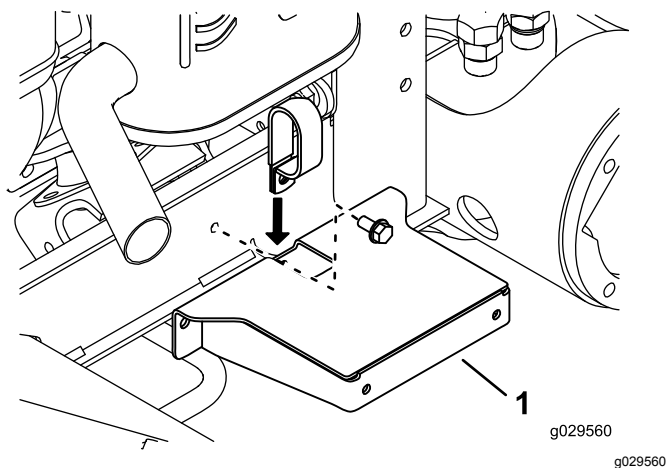

Figura 33
5. Introduzca la parte inferior de la abrazadera a través de la ranura de la parte superior del soporte del guardabarros (Figura 33).
11. Monte provisionalmente la abrazadera y el soporte del guardabarros en el canal del bastidor con la abrazadera, el perno y la tuerca (ver Figura 33).